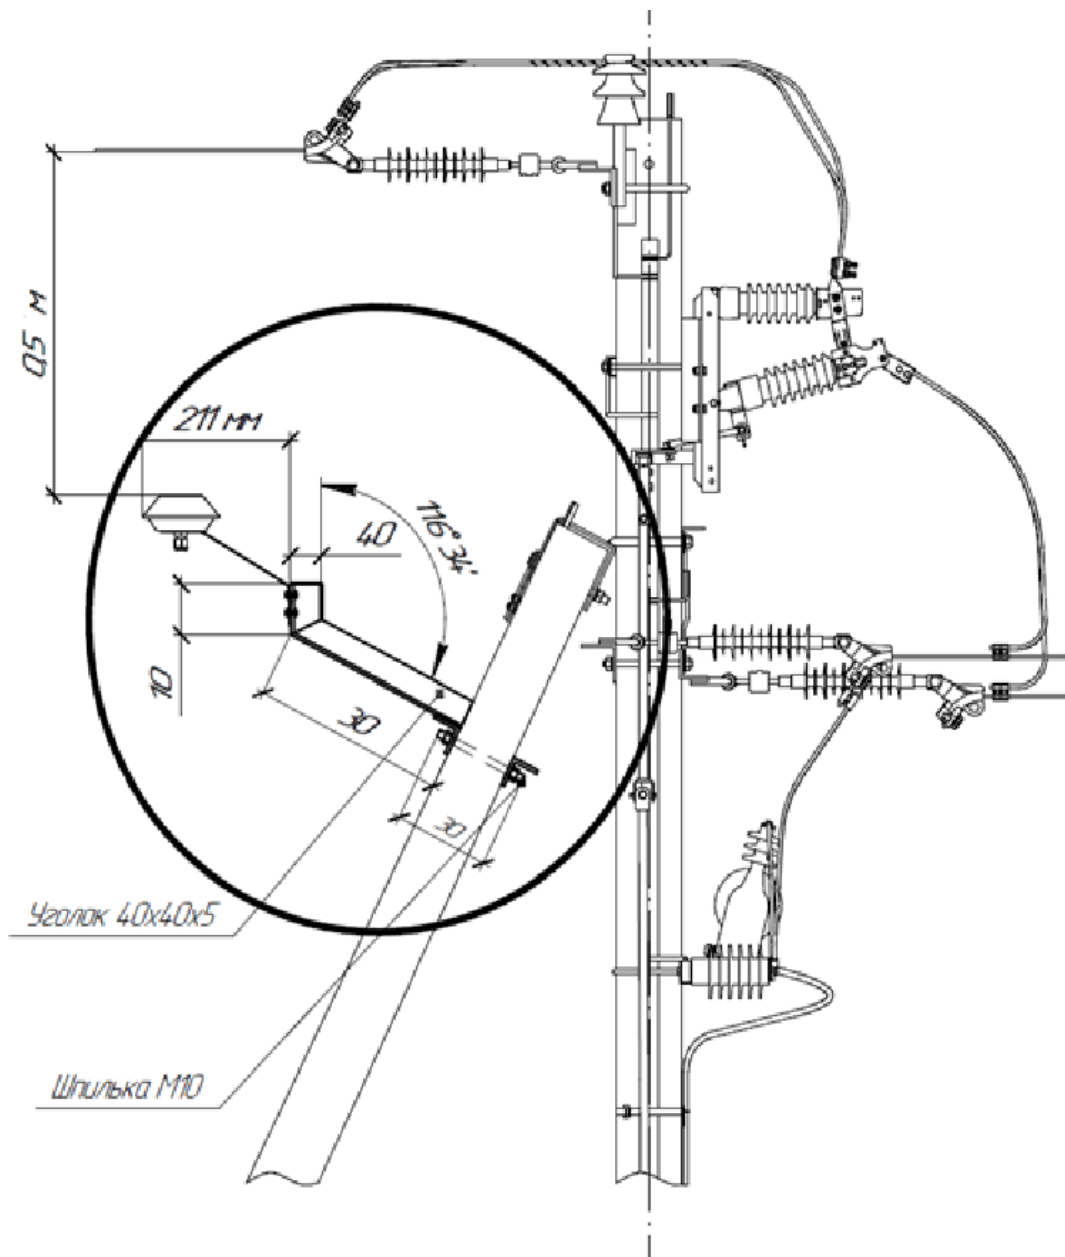

Рисунок 5.3. Указания по монтажу ISL на опоре с РМИК, при установке ТСН на вертикальной стойке опоры
- Установка ISL на откос анкерной опоры с РМИК. При условии размещения ТСН на вертикальной стойке опоры (Рисунок 5.3).